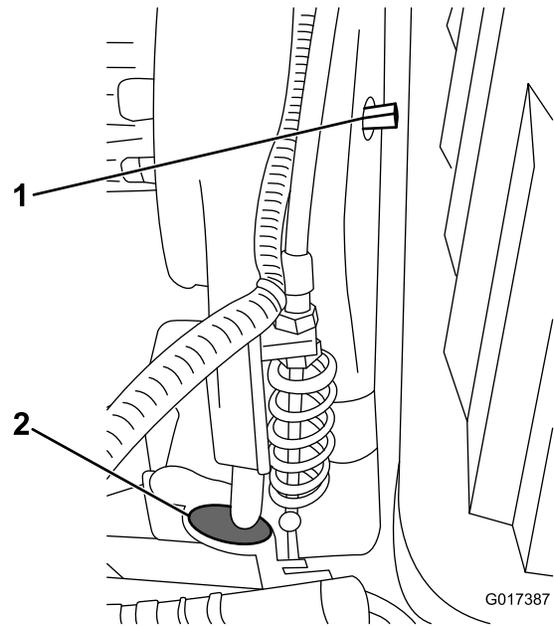
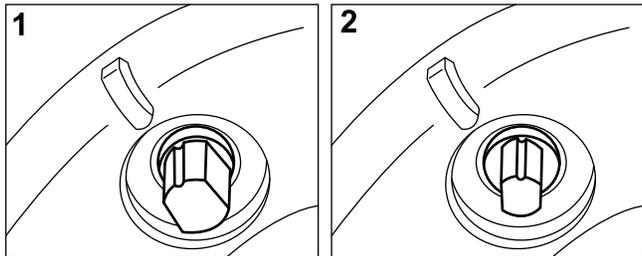

図 44
図 45
リールクラッチへのアクセスが必要な場合には、トランスミッションの正面についているゴム製のプラグを外す(図 44)。
トランスミッションのベルトはスプリング付きのアイドラプーリで張りを出しています。ベルトの張りをなくしたい場合には、3/8インチのレンチで入・切シャフト図44を適当な位置まで回してください。シャフトを右に1/4回転させるとアイドラがベルトから外れてきます図45。
**注** トランスミッションの正面についているゴム製のプラグ図 44を外すと、クラッチの歯を確認することができます。